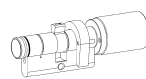

Abb. 3
3. Spezialwerkzeug für FD-Zylinder auf den Zylinder aufsetzen (Abb. 3) und die Stifte durch die Öffnung auf der Innenseite des Innenknaufes (langer Knauf) schieben.